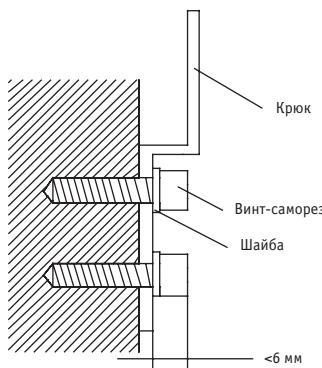

Рис. 49-7
- Прикрепите крюк к стене винтом-саморезом (см. рис.49-7).